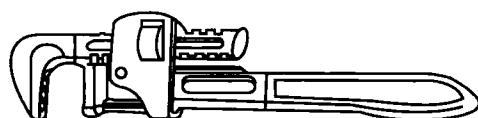

图 1-4 管子钳
⑥ 管子钳。俗称管钳子，如图 1-4 所示，用来拧紧或松开电线管上的束节或管螺母。常用规格有 250mm、300mm 和 350mm 等多种，使用方法类似活络扳手。